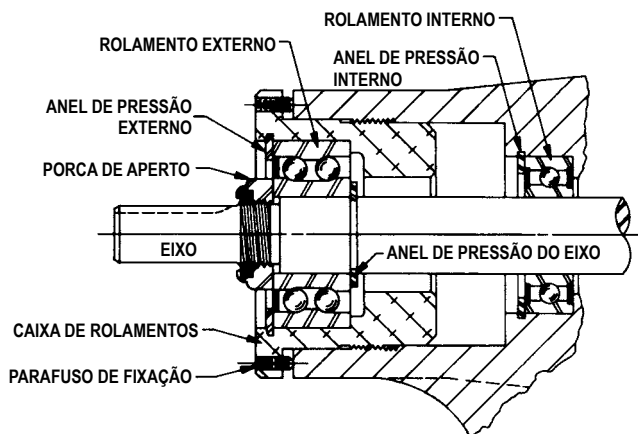

FIGURA 7
6. Instale a caixa de rolamentos dentro do corpo da bomba. (Para modelos mais antigos usando rolamentos simples, vede o rolamento com graxa multiuso, NLGI #2, e instale no corpo da bomba com o lado lacrado em direção ao lado do cabeçote da bomba.) Instale o anel de pressão interno em bombas tamanhos GG, HJ e HL. Veja **figura 7**, página 6.
8. Instale o anel de pressão do eixo na ranhura do eixo (bombas tamanhos GG, HJ e HL). Veja **figura 7**, página 6.
10. Encha a caixa de rolamentos com graxa multiuso, NLGI #2 e pressione a caixa de rolamentos com o lado da blindagem direcionado para o final do acoplamento do eixo. Veja **figura 7**, página 6. (as bombas tamanhos AS, AK e AL não usam mancal blindado). Instale o anel de pressão para manter o mancal no lugar nas bombas tamanhos GG, HJ e HL.